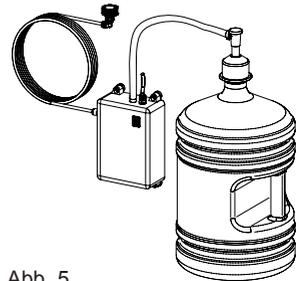

Abb. 5
3.2.3 Wasserpumpe Stand-alone (Abb. 5)